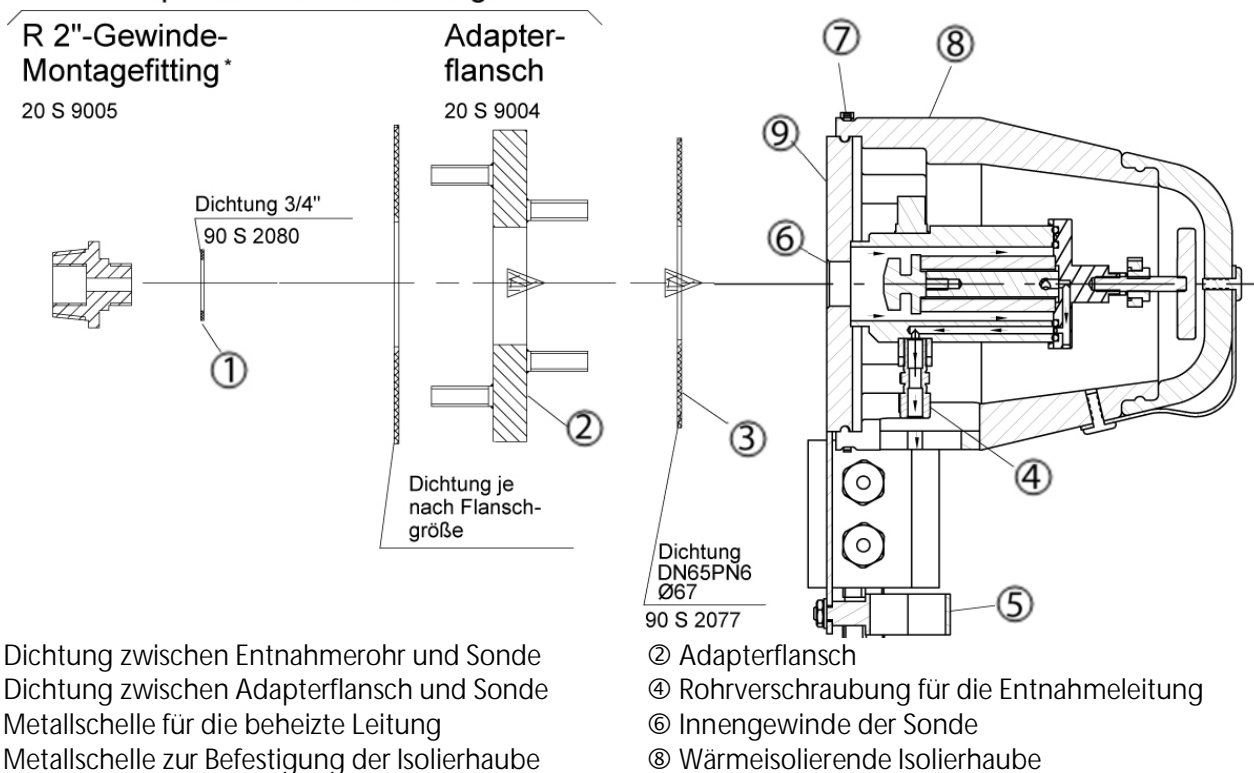

Abbildung 2 Sondenmontage SP180-H-EX2/PT100 T\*
Die M&C Sonden SP180-H-EX2/PT100 T\* sind für den stationären Einsatz konzipiert und garantieren bei fachgerechter Auswahl und Montage eine lange Funktionsfähigkeit und ein Minimum an Wartung. Die optimale Betriebseinbaulage ist horizontal mit ca. 10° Neigung zum Prozess. Für die folgende Beschreibung siehe auch Abb. 2.
- Das gelieferte Entnahmerohr in das 3/4"-Innengewinde ⑥ im Flansch der Sonde mit der 3/4"-Flachdichtung ① einschrauben und festziehen.
- Zur Montage der SP180-H-EX2/PT100 T\* am Entnahmeflansch ist die Metallschelle ⑦ über der Isolierhaube ⑧ zu lösen und die Isolierhaube abzunehmen.
- Entspricht der Entnahmestutzen nicht dem Standard-Flanschanschluss DN65 PN6, so ist der optional mitgelieferte Adapterflansch ② an der Sonde zu montieren (siehe Abb. 2). Vorher die Flanschdichtung ③ zwischen beide Flansche legen.
- Wird das beheizte Entnahmerohr Typ SP30/35 verwendet, ist die Sonde ebenso mit dessen Flansch (mit eingeschweißten Gewindebolzen) zu verschrauben. Vorher die Flanschdichtung ③ zwischen beide Flansche legen.
- Flanschdichtung ③ am Entnahmestutzen anlegen.
- Nach der Montage der Sonde am Entnahmeflansch die Isolierhaube ⑧ wieder über den Sondenflansch stülpen und mit der Metallschelle ⑦ sichern.